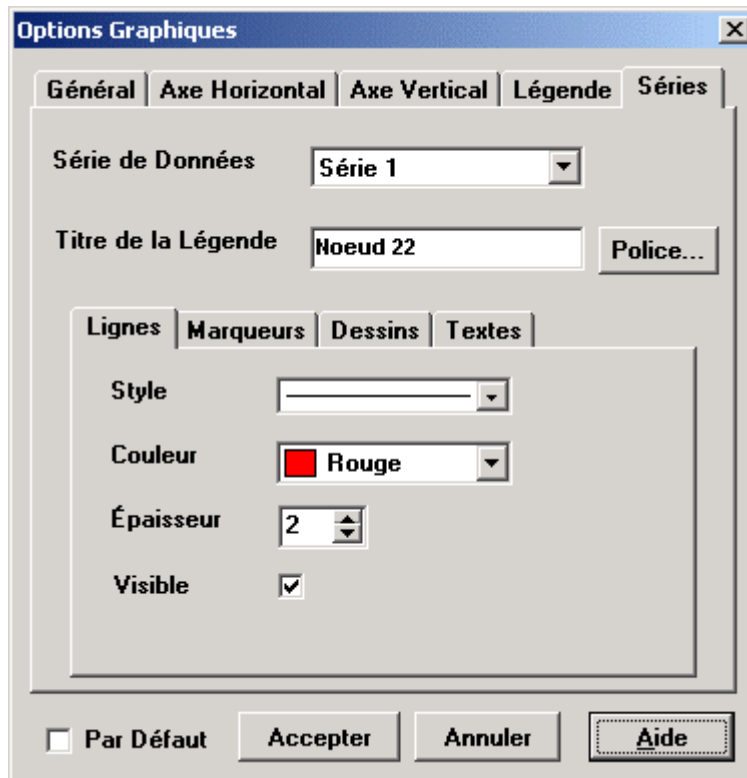

Figure 9.4 Boîte de Dialogue d'Options Graphiques
3. Pour personnaliser la visualisation d'un graphe d'évolution, d'un profil longitudinal, d'une courbe de distribution ou d'une balance en eau, utilisez la boîte de dialogue d'Options Graphiques (voir la Figure 9.4).
La boîte de dialogue d'Options Graphiques (voir la Figure 9.4) s'utilise pour personnaliser la visualisation des graphiques X-Y. Utilisez-la de la façon suivante:
La rubrique *Séries de Données* (voir la Figure 9.4) de la boîte de dialogue d'Options Graphiques contrôle la représentation des séries de données individuelles (ou les courbes). Vous l'utilisez de la manière suivante: